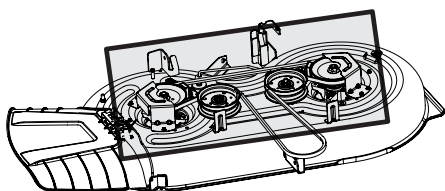

Figure 23
- Nettoyez la partie supérieure du plateau de coupe, la partie sous le couvercle des fusées et la partie autour des courroies. Voir Figure 23.